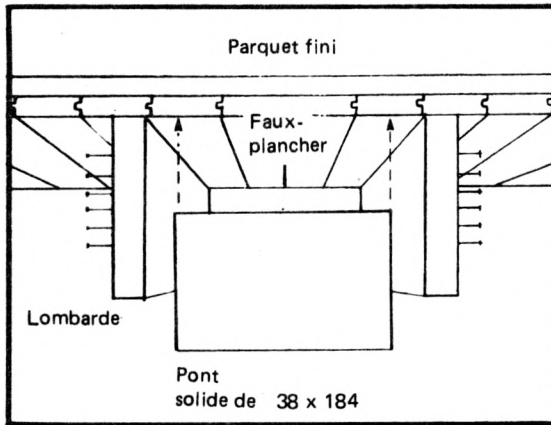

FIG. 10-3 RÉPARATION D'UN PLANCHER QUI CRIE, EN POSANT UN BLOC DE BOIS ENTRE LES LOMBARDES
- (1) Percez de petits trous à travers le bois dur dans les lombardes ou dans le faux plancher.
- (2) Enfoncez des clous spécialement conçus pour les planchers (munis de rondelles au pourtour aiguisé qui tiennent avec beaucoup plus de force) dans les lombardes ou dans le faux plancher.
- (3) A l'aide d'un chasse-clous, enfoncez la tête des clous à environ 3 mm (1/8 po) au-dessous de la surface du plancher.
- (4) Remplissez les trous des clous de mastic à bois et sablez-les une fois secs.
b. Pose d'un bloc solide entre les joints: (Voir à la Fig. 10-3)